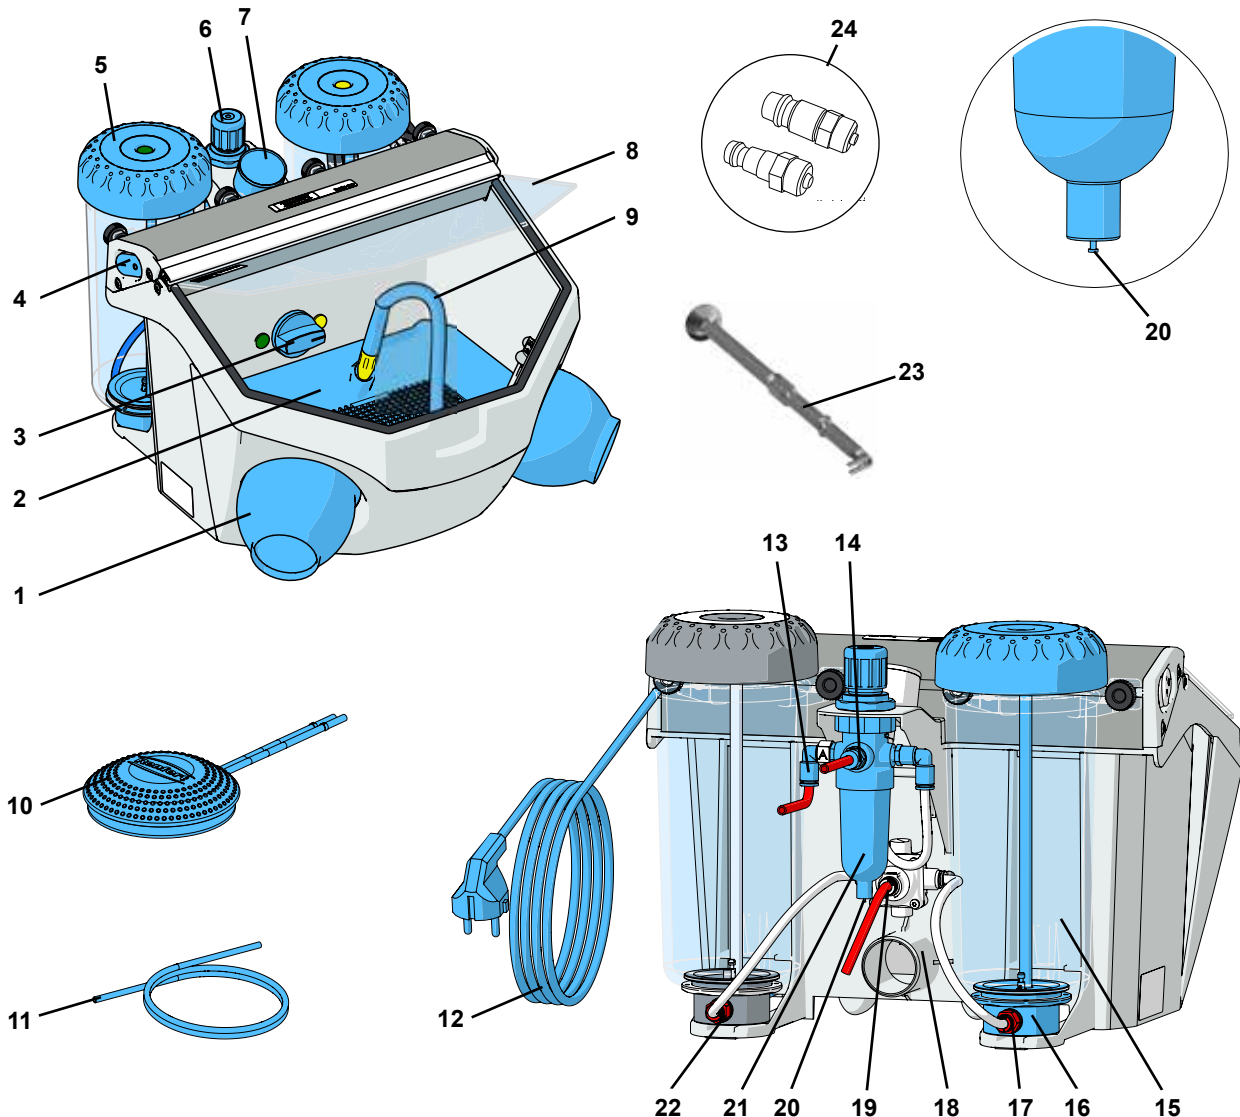

Abb. 1
- ⇒ Netzkabel (12, Abb. 1) entrollen.
⇒ Fußschalter (10, Abb.1) betätigen.